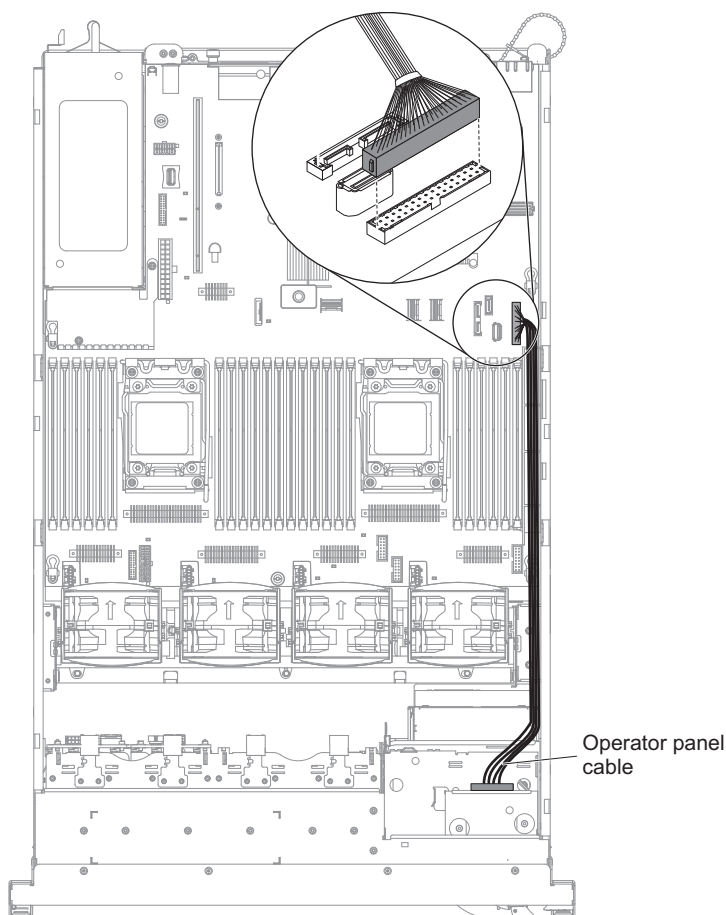

Figura 165. Conectando o cabo do painel de informações do operador do2145-DH8
4. Para conectar o cabo do painel de informações do operador na placa-mãe, pressione o cabo uniformemente, conforme mostrado no Figura 165 na página 200. Pressionar um lado do cabo pode danificar o cabo ou conector.